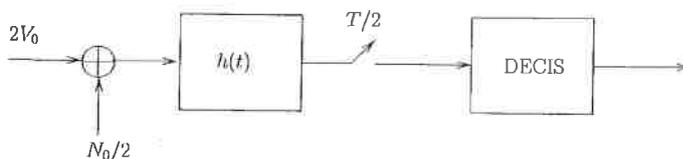

Figura 2: Struttura del sistema di trasmissione con ricevitore con decisione sul singolo simbolo.
1. Si consideri il ricevitore soglia mostrato in Figura 2. Il filtro ha risposta impulsiva $h(t) = \frac{s_C(t)}{2V_0}$ ed il campionamento
4. Si consideri un sistema di trasmissione dove in ricezione si ha un solo filtro $h_1(t) = h(2t)$, dove $h(t)$ è il filtro considerato in Figura 2, e si campiona con una frequenza di 1 campione per tempo di simbolo. Assumendo che l'istante di campionamento sia fissato in modo opportuno all'interno di un intervallo di simbolo, si discuta sulla realizzazione di un ricevitore a massima probabilità a posteriori (MAP) basato sull'algoritmo di Viterbi al posto del ricevitore simbolo per simbolo DECIS considerato al punto 1. In particolare, si ricavi l'espressione delle metriche di ramo utilizzate nell'algoritmo di Viterbi, tenendo conto del fatto che i simboli trasmessi non sono equiprobabili.